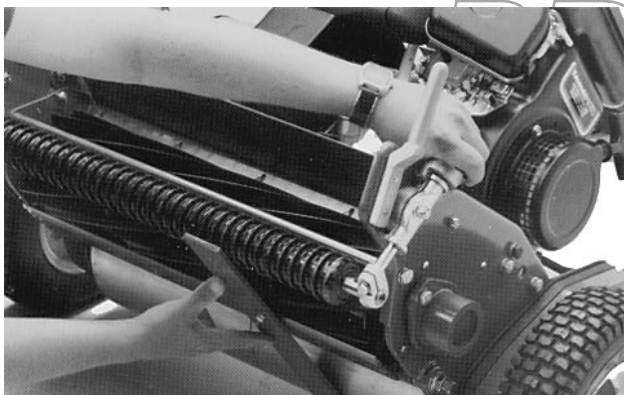

Bild 8
- Den Schraubenkopf in die Schnittkante des Untermessers einhaken und die Rückseite der Leiste auf der hintere Rolle ablegen (Bild 8).